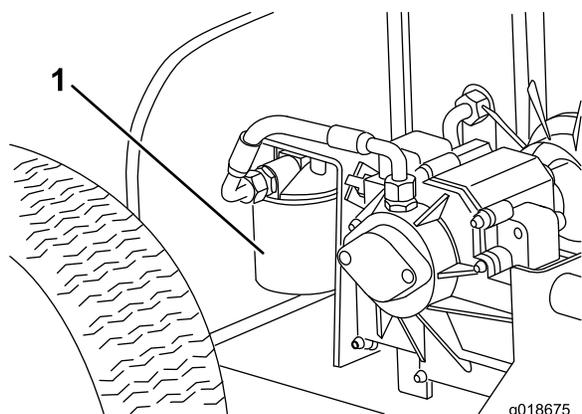

図 20
4. フィルタ容器の周辺をウェスできれいにぬぐう（図 20）。フィルタの下に廃油受けを置いてフィルタを外す。